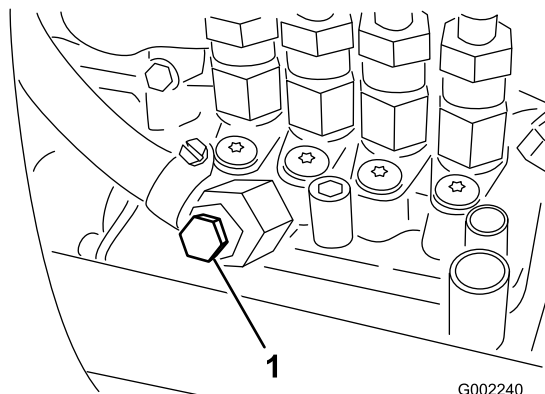

Figura 44
7. Abra el tornillo de purga de aire de la bomba de inyección de combustible (Figura 44).